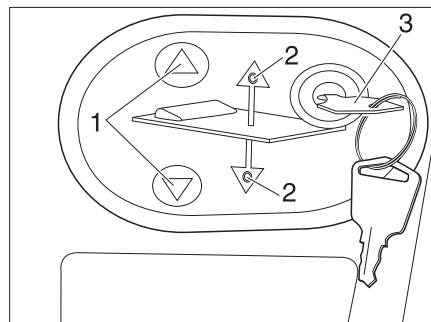

Fig. 159 Pannello di comando del letto basculante elettrico
- Inserire la chiave (Fig. 159,3) nel pannello di comando.
- Premere e tenere premuto il tasto (Fig. 159,1). Il rispettivo LED (Fig. 159,2) si accende e il letto basculante si abbassa fino alla posizione centrale; quindi si arresta.
- Premere e tenere premuto il tasto  (Fig. 159,1). Il rispettivo LED (Fig. 159,2) si accende e il letto basculante si abbassa del tutto.